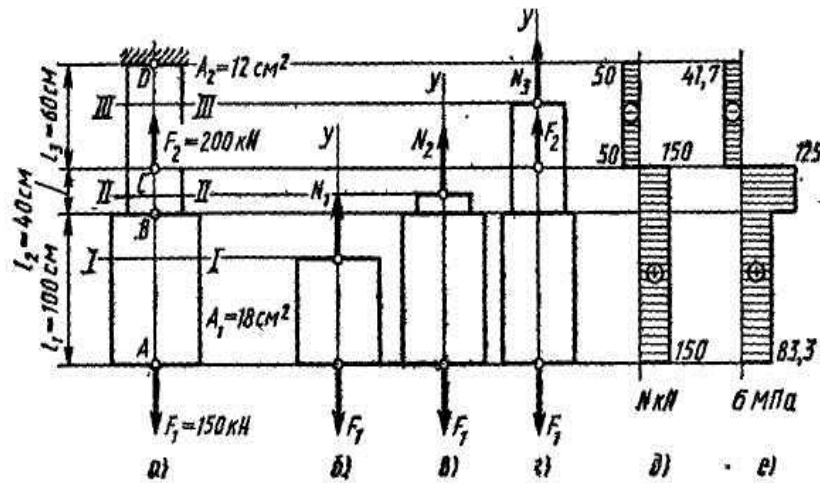

Рисунок 4 – Эпюры продольных сил
*Пример:* По оси стального ступенчатого стержня (рисунок 4, а) приложены  $F_1$  и  $F_2$ , значения которых, а также площади поверенных сечений и длины участков указаны на рисунке. Построить эпюры продольных сил и нормальных напряжений и определить полное удлинение стержня. Модуль продольной упругости материала стержня  $E = 2 \cdot 10^5$  МН/м2.
*Решение.* Верхний конец стержня (рисунок 4) жестко заделан. Нижний конец свободен. Прежде чем приступить к определению внутренних сил, разбиваем стержень на отдельные участки начиная со свободного конца. Границами участков являются сечения, в которых приложены внешние силы или в которых изменяются размеры поперечного сечения стержня. Рассмотрим брус по высоте. Первый участок  $AB$  от точки приложения силы  $F_1$ , т.е. от нижнего торца бруса до сечения, в котором происходит изменение его размеров. Второй участок  $BC$  до сечения, в котором приложена сила  $F_2$ . Третий участок  $CD$  от места приложения силы  $F_2$  до заделки.
Мысленно отбросим верхнюю часть до сечения I – I (рисунок 4, б) и, рассматривая оставшуюся нижнюю часть в состоянии равновесия, составим уравнение проекций сил на ось  $y$ :  $N_1 - F_1 = 0$ , откуда  $N_1 = F_1 = 150$  кН = 0,15 МН.
Проводим сечение II – II на участке  $BC$  стержня и отбросим верхнюю часть (рисунок 4, в). По аналогии с предыдущим записываем уравнение равновесия  $N_2 - F_1 = 0$  и находим из него  $N_2 = 150$  кН = 0,15 МН. Участок  $BC$  также растянут.
Проводим сечение III – III на участке  $CD$  я отбрасывая верхнюю часть стержня (рисунок 4, г), запишем уравнение равновесия нижней части:  $N_3 + F_2 - F_1 = 0$ , отсюда  $N_3 = F_1 - F_2 = 150 - 200 = -50$  кН = -0,05 МН.
По найденным значениям  $N$  и  $\sigma$  строим их эпюры (рисунок 4, д, е). Для этого проводим две прямые (базовые линии), параллельные оси стержня. Каждой точке этой прямой соответствует определенное сечение стержня. Считая прямые за нулевые линии, откладываем вправо и влево от них соответственно положительные и отрицательные значения  $N$  и  $\sigma$ . Знаки на эпюрах ставятся обязательно. Подписываем значения отложенных ординат. Эпюры штрихуются линиями, перпендикулярными нулевой линии. Длина каждого штриха выражает значение той или другой величины в соответствующем сечении стержня бруса.